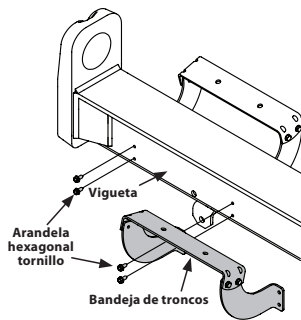

Figura 6
15. Desconecte el bandeja de troncos de la vigueta que está al costado de la válvula de control extrayendo los dos tornillos de las arandelas hexagonales que lo sujetan a la vigueta y los dos tornillos de las arandelas hexagonales de la vigueta. Vea la Figura 6.